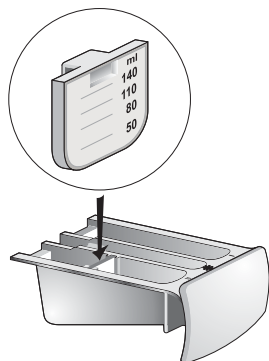

Рис. 28
Возможно также применение жидких моющих средств для основной стирки после установки вкладыша в камере **В** (рис. 28). Вкладыш находится в оборудовании машины.
- ❑ моющими средствами следует наполнять соответствующие камеры емкости для детергентов (рис.28).
Важно! Надо систематически чистить сифон камеры емкости детергентов для обеспечения его проходимости (см. рис. 28).